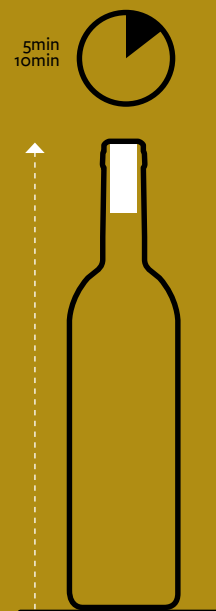

Figure 4
- Grâce à son élasticité, le bouchon reprend son volume initial 5 à 10 minutes après son insertion, s'adaptant à toutes les irrégularités du goulot, et une heure plus tard, il exerce une force uniforme sur toute la surface du verre. De ce fait, il est souhaitable que la bouteille ne soit pas placée en position horizontale immédiatement avoir été bouchée (**figure 4**).